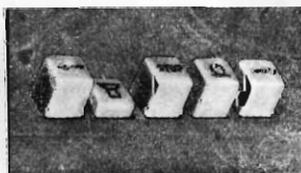

Fig. 10
g) Schiacciare come indicato in fig. 10 il secondo tasto a sinistra, quello cioè recante il simbolo « ☪ ».